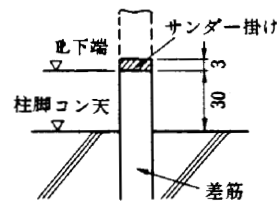

Fig.8
⑧コンクリート打設後、ベースプレート下充填モルタル(まんじゅう)+3mmの高さで差筋を切断し、サンダーにてレベル調査を行う。(Fig.8)